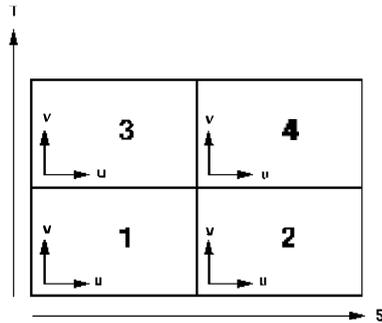

Fig. 4-3
- Allí, vuelva a seleccionar todas las superficies en la dirección S (véase Fig. 4-3).